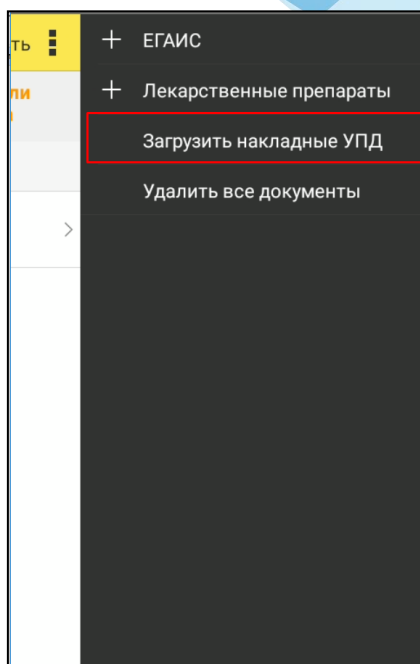

Рис. 5.23 - Загрузка накладных
- после выбрать «Загрузить накладные из УПД» (Рис. 5.23).